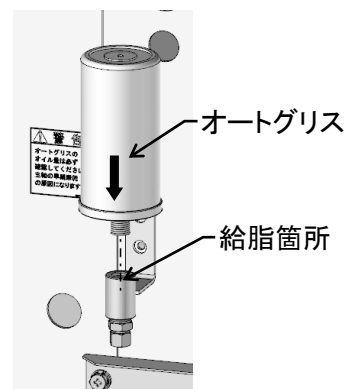

図 11-16
③ 3mm の六角レンチを使用して、上部のガスジェネレータ設定数値を[6]のところに、↑印を合わせます。⇒スイッチが ON になります。容器に入れてしばらく置き、オイルの吐出を確認すること。(図 11-16)
④ 油性ペンなどで、本器の側面ラベルに使用開始日を記入すること。
⑤ 本機の給脂箇所に手でねじ込み取り付けます。
(図 11-16)